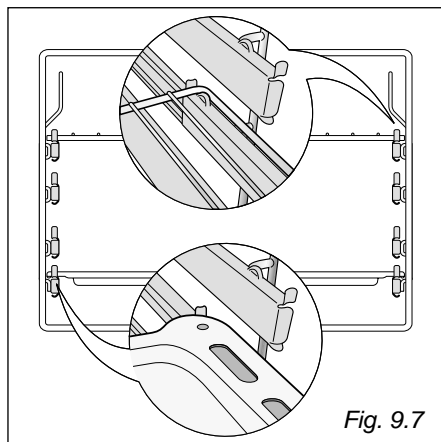

Fig. 9.7
- Positionner la lèche-frite et la grille sur les chariots coulissants (fig. 9.7).